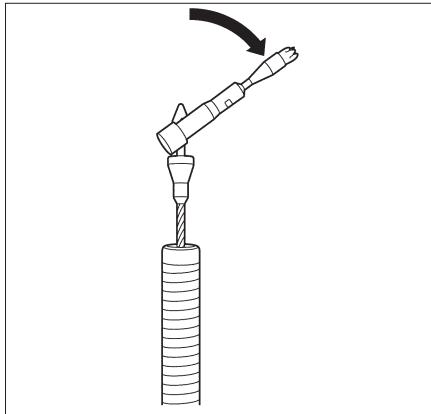

Рис. 3.13
1. Надавите на ползунок таким образом, чтобы произошло выдвижение крюка из отверстия на дистальном конце спиральной (проволочной) оболочки. Затем изогните коннектор клипса относительно крюка и отсоедините его от крюка (см. рис. 3.13).